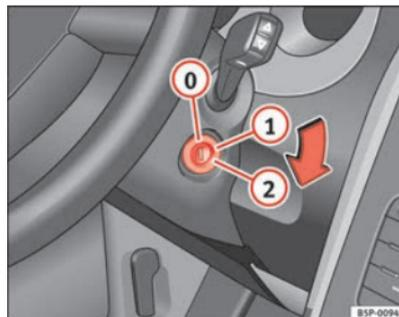

Abb. 137 Stellungen des Zündschlüssels
In dieser Stellung ⇒ Abb. 137 sind die Zündung und der Motor ausgeschaltet und die Lenkung kann gesperrt werden.
- Drehen Sie den Zündschlüssel in Stellung ⇒ Seite 179, Abb. 137 . Beim Vorglühen des Motors leuchtet die Kontrollleuchte  auf.
- Drehen Sie den Zündschlüssel in Stellung ⇒ Seite 179, Abb. 137 .